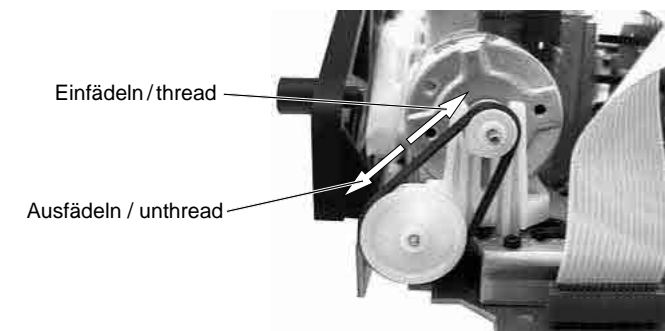
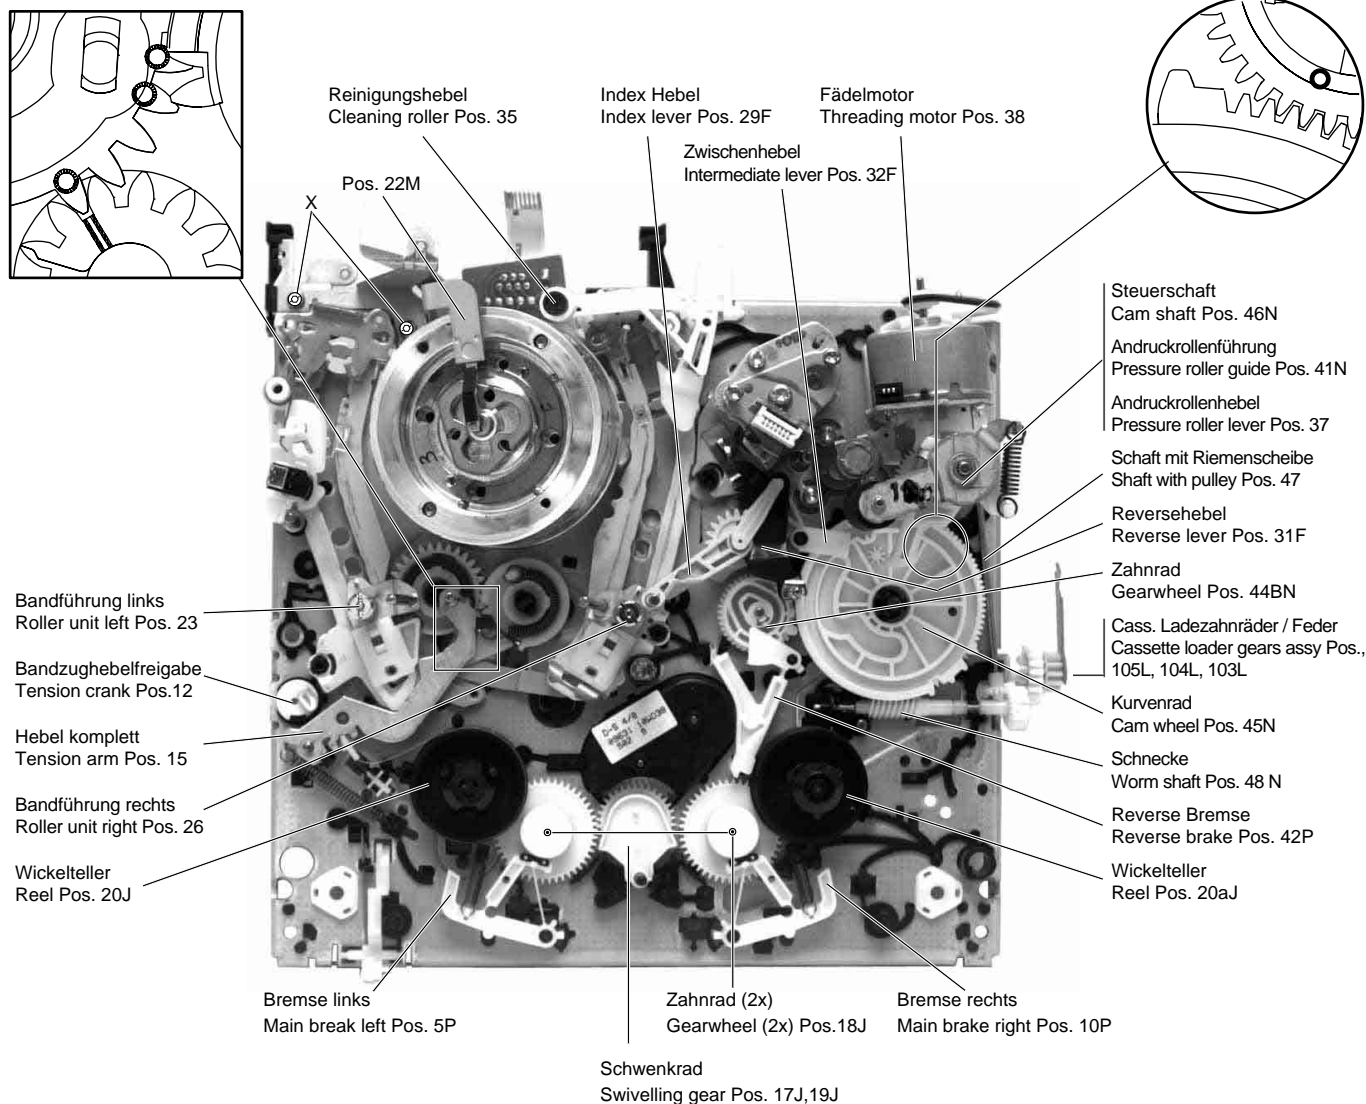
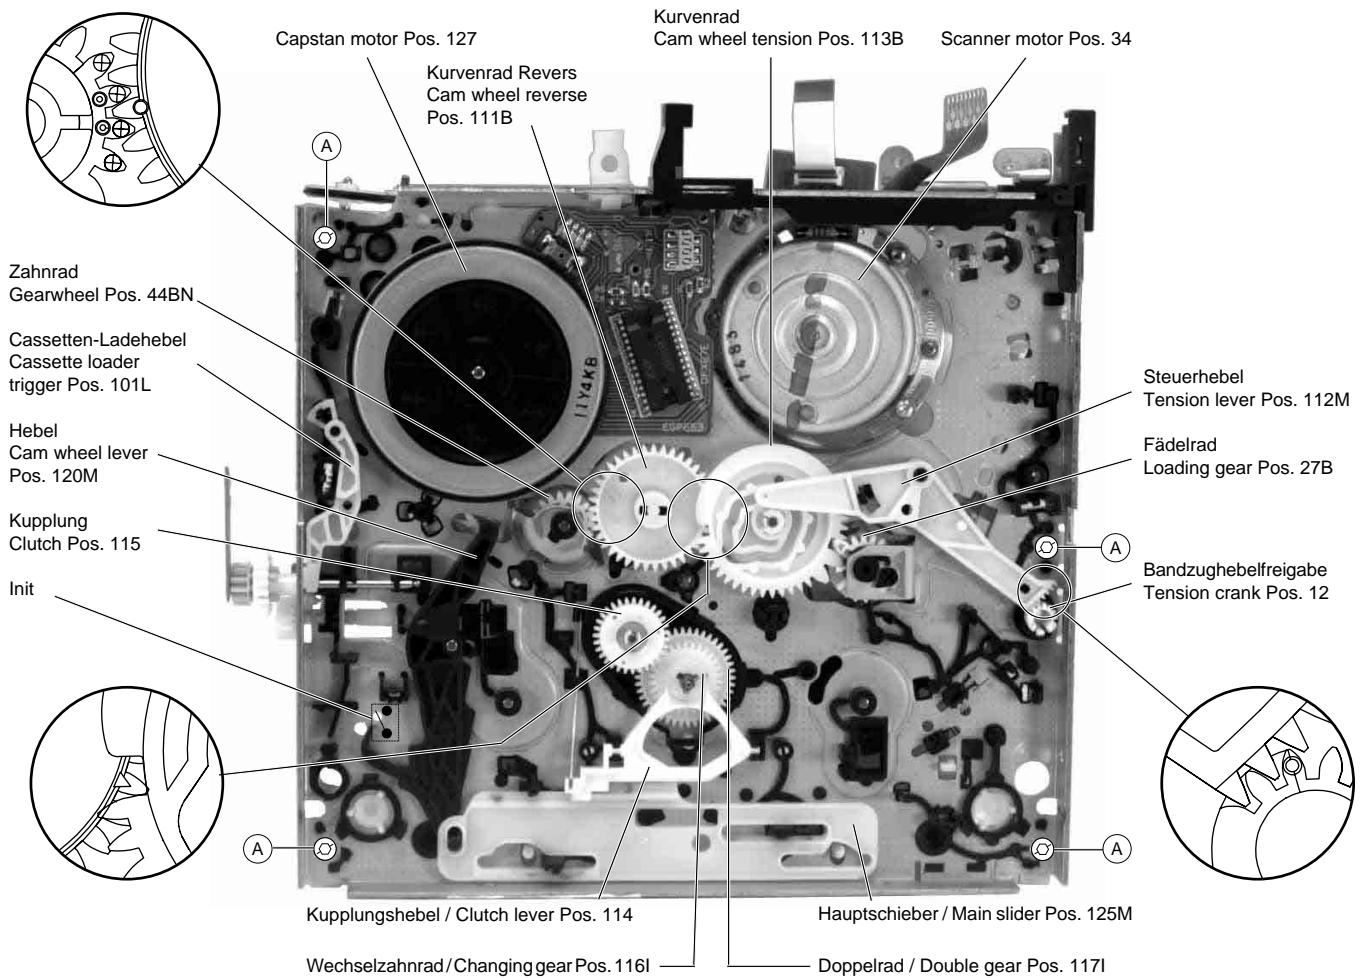
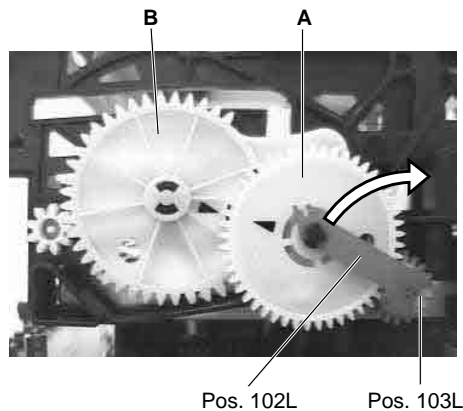

Fig. 3
Fig. 4
Fig. 5
Fig. 6
- Fädelmotor in Pfeilrichtung "Einfädeln" drehen (Fig. 3), bis der Cassettenschacht abgesenkt ist.
Wenn nach dem Drücken der Eject-Taste das Laufwerk nicht ausfädeln und nicht die Cassette auswirft, kann dies auch von Hand durchgeführt werden. Dazu ist das Antriebsrad des Fädelmotors zu drehen (Fig. 3). Um Bandschlaufen zu vermeiden, muß wechselweise auch der Capstanmotor (Pos. 127, Fig. 5) entgegen dem Uhrzeigersinn bewegt werden, bis das Band komplett in der Cassette aufgewickelt ist.
If the tape deck does not unthread and not eject the cassette by pressing the Eject button this function can also be effected manually by turning the driving gear at the threading motor (Fig. 3). To avoid slackening of the tape, turn the capstan motor (counterclockwise) (Pos. 127, Fig. 5) and the driving gear alternately until the tape is completely wound up in the cassette.
Nachfolgend sind die markierten und gerichtet einzubauenden Teile der Ober- und Unterseite im Detail dargestellt (Fig. 4, Fig. 5).
- Antriebsrad des Fädelmotors in Drehrichtung "Einfädeln" (Fig. 3) so weit drehen, bis das Zahnrad (Pos. 103L, Fig. 6) entriegelt ist.
- Klammer (Pos. 102L) von der Achse des Zahnrad "A" lösen (Fig. 6).
- 4 Befestigungsschrauben (A) (Fig. 5) des Cassettenschachtes an der Unterseite entfernen.
The following diagrams show in detail the marked components and their correctly aligned position on the top and bottom side (Fig. 4, Fig. 5).
- Turn the driving gear of the threading motor in the "threading" direction (Fig. 3) until the gearwheel (Pos. 103L, Fig. 6) disengages.
- Release the bracket (Pos. 102L) from the shaft of gearwheel "A" (Fig. 6).
- Unscrew the 4 screws (A) (Fig. 5) on the underside of the cassette compartment.
- Cassettenschacht abgesenkt und Zahnrad "A" (Fig. 6) eingerastet.
- Hinweis:** Bei Cassettenliftzahnradern (A und B, Fig. 6) mit Markierungspfeilen müssen die Pfeile zueinander zeigen.
- Cassettenlade-Zahnrad (Pos. 103L, Fig. 6) ist freigegeben (ist dies nicht der Fall, muß das Antriebsrad des Fädelmotors verdreht werden bis es freigegeben ist).
- Cassettenschacht mit den 4 Schrauben (A) (Fig. 5) unten befestigen.
- Klammer (Pos. 102L) auf der Achse des Zahnrades "A" einrasten (Fig. 6).
- Cassette compartment down, gearwheel "A" (Fig. 6) engaged.
- Note:** For video recorders which are fitted with cassette lift gear wheels (A and B, Fig. 6) marked with arrows, the arrows must show towards each other.
- Cassette loading gearwheel (Pos. 103L, Fig. 6) is released (if it is not the drive gear of the threading motor must be turned to release it).
- Fasten the cassette compartment with the 4 screws (A) (Fig. 5) at the bottom.
- Place the bracket (Pos. 102L) onto the shaft of gearwheel "A" and lock it in (Fig. 6).
- 2 Schrauben X (Fig. 4) herausdrehen, Haltewinkel (Pos. 22M, Fig. 4) und Kopfverstärker abnehmen.
- Undo 2 screws X (Fig. 4), remove the bracket (Pos. 22M, Fig. 4) and the head amplifier.